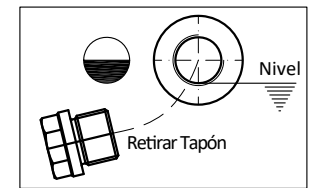

Fig. 10-1 : Control de nivel
Si la atmósfera contiene gases corrosivos, ambiente con polvillo sílice u otros contaminantes, consulte a su proveedor de lubricante. Las capacidades aproximadas de aceite para posiciones de montaje estándar se indican en la Tabla 10-1. La cantidad de aceite indicada en el presente catálogo no es exacta. Para determinar la cantidad de aceite recomendada, retire el tapón del equipo y verifique el nivel correcto determinado cuando el lubricante alcanza el borde inferior de la rosca (Fig. 10-1).
- Suministre aceite a través del tapón de llenado ubicado en la parte superior de la unidad, controle retirando el tapón de nivel de la unidad , el volumen adecuado se logra cuando el lubricante alcanza el borde inferior de la rosca (Fig. 10-1).
- Para inspeccionar, se retira el tapón de nivel de la unidad, el lubricante debe alcanzar el borde inferior de la rosca (Fig. 10-1). El equipo no debe estar en marcha, porque el nivel de aceite medido en esas condiciones será incorrecto.